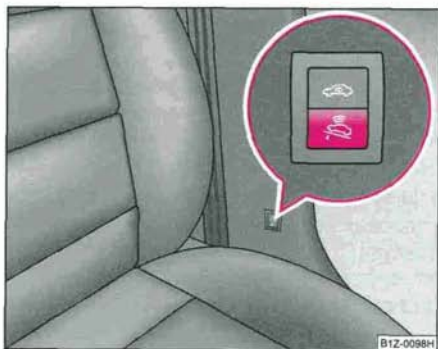

Fig. 35 Touche de la surveillance de la protection anti-remorquage
- Appuyez sur la touche  de la console centrale, côté conducteur → fig. 35, le symbole  s'allume dans la touche.